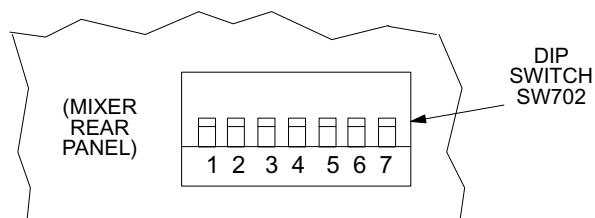

FIGURA 3
**NOTA:** le posizioni degli interruttori ed i relativi funzionamenti sono riportati nella tabella della Figura 3 e sull'etichetta del mixer.